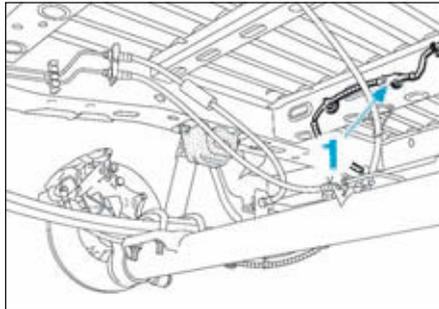

FIG.23
- Débrancher le connecteur électrique (1), puis dégrafer le faisceau (Fig.23).